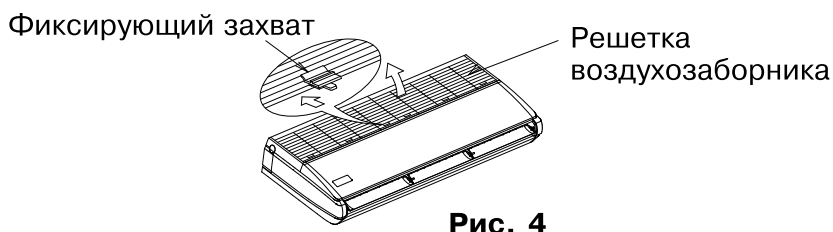

Рис. 4
- Чтобы широко открыть решетку воздухозаборника, отодвиньте фиксирующие захваты решетки воздухозаборника (тип 32: по 2 на каждой стороне; тип 63, 100: по 3 на каждой стороне) в обратную сторону (указанную стрелкой). (См. рис. 4)